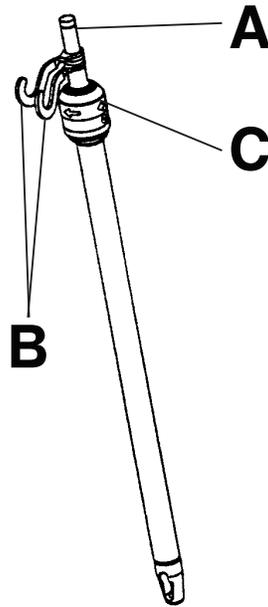

Figure 21 – Support de perfusion en deux parties
2. Pour élever la hauteur du support, tirer sur la partie télescopique (A) du support jusqu'à ce qu'il s'enclenche en position complètement élevée (Figure 21).
3. Faire pivoter les crochets de suspension des poches de perfusion (B) à la position voulue et suspendre les poches (Figure 21).
4. Pour abaisser le support, tourner le verrou (C) dans le sens horaire jusqu'à ce que la partie télescopique (A) s'abaisse dans le tube du bas (Figure 21).